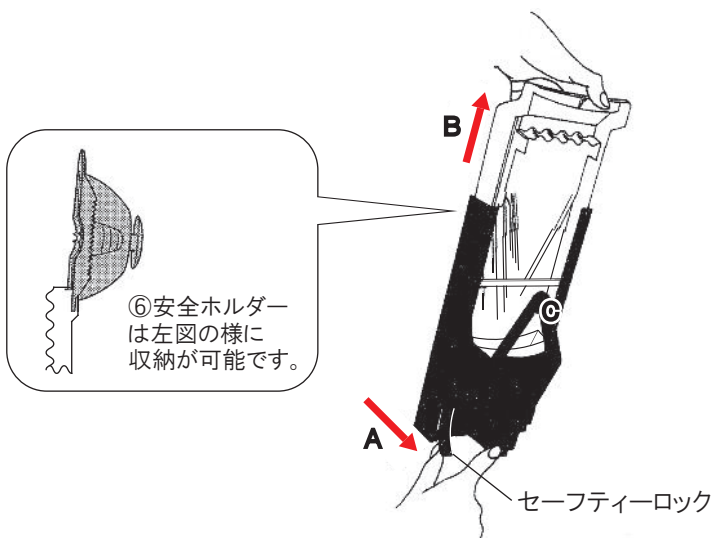

図21. ⑥安全ホルダーの収納・⑤本体の取り出し方
⑤本体を図21の矢印Bの逆方向に奥まで差し込むと、セーフティーロックが掛かり、抜けない状態になります。
【2】⑤本体を収納ケースから取り外す際は、図21のセーフティーロックを矢印Aの方向へ押しながら⑤本体を矢印Bの方向へ引き抜きます。
壁に掛ける場合は、壁にフックかビスをしっかりと取り付け、図21のCの部分をご掛けします。